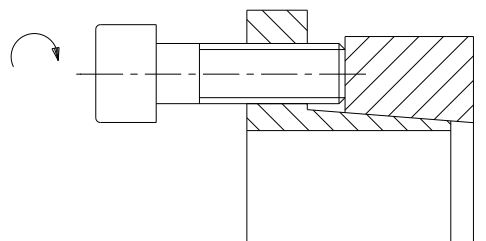

Bild 5: Lösen des Spannsatzes KTR 225
- Spannschrauben in die Abdrückgewinde des Innenringes (Bauteil 2) einschrauben (siehe Bild 5).